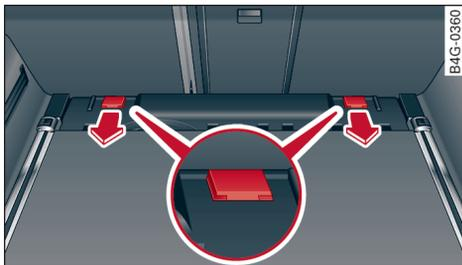

图 105 行李厢：取出行李厢装载地板
▶ 如要拆卸行李厢装载地板，请将整个行李厢装载地板沿车尾方向从导轨 ⇨ 图 105 中拉出。